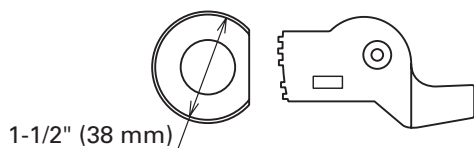

Fig. 27
(3) Juego de rodillo central (D 38)(Fig. 27) (N° de código 321445)